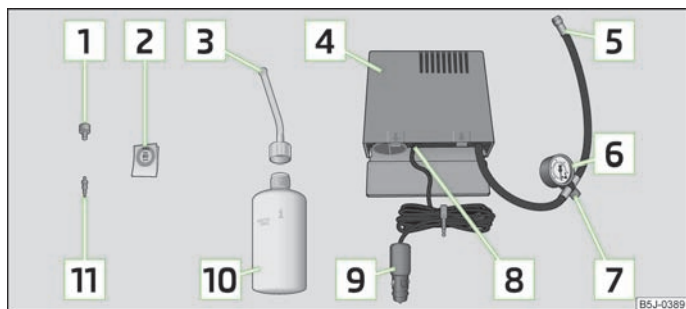

Fig. 137 Composants du kit de dépannage
Le visseur/dévisseur d'embout de valve 1 » fig. 137 possède une fente à son extrémité inférieure adaptée à l'embout de valve. C'est la seule possibilité de dévisser et revisser l'embout de la valve du pneu. Ceci s'applique également à l'embout de valve de rechange 11.
- Collez l'autocollant **[2]** » **fig. 137** sur le tableau de bord dans le champ de vision du conducteur.
- Secouez énergiquement le flacon de produit de colmatage des pneus **[10]** » **fig. 137** pendant quelques secondes.
- Vissez fermement le flexible de gonflage des pneus **[5]** » **fig. 137** du gonfleur sur la valve du pneu.